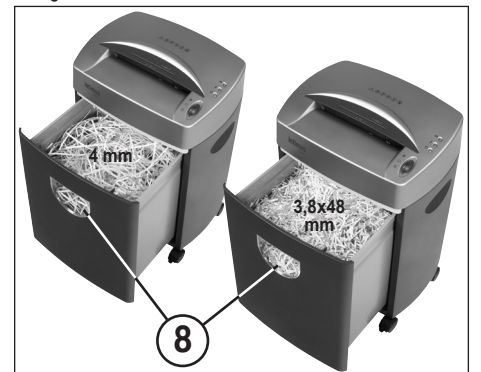

fig. 3
**RECIPIENTE DE RECOGIDA (Fig. 3):**
El recipiente de recogida tiene que ser vaciado cuando el material desmenuzado pueda ser visto por la ventana de control del nivel de llenado (8) (fig. 3).